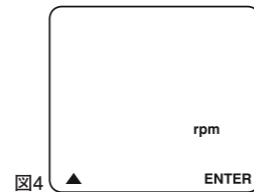

図4
(4) 電源がOFFの状態でもボタン⑤を2秒以上長押しすると"セットモード"に入り図4が表示されます。